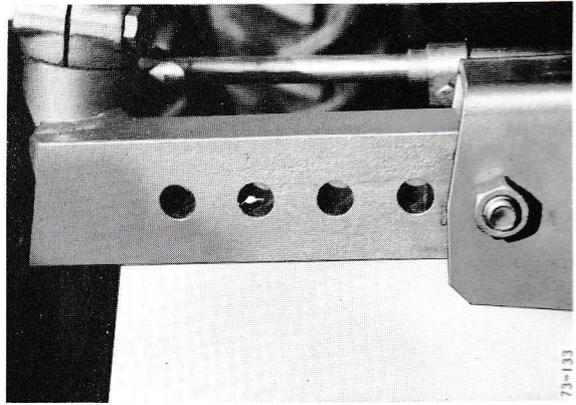

Figure 79
- 4 - Régler la position des parties mobiles de l'essieu avant pour obtenir la voie désirée figure 79. Replacer les boulons et serrer les écrous (52 dam/N)